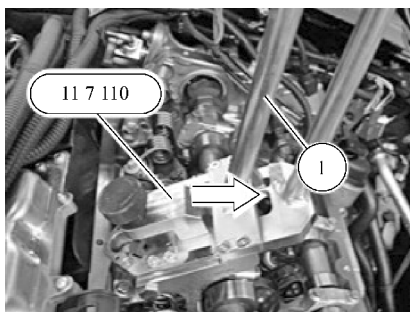

图 14-17 松开锁止挂钩
7) 松开锁止挂钩（图 14-17 箭头），将专用工具从节气门复位弹簧上松开并取下。